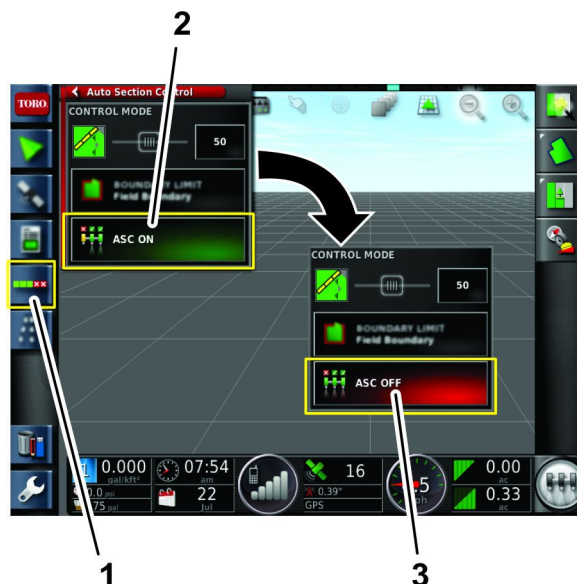

Figure 176
1. Sélectionnez l'icône ASC (contrôleur automatique de section). Figure 176
2. Placez l'icône ASC sur ASC OFF (Figure 176).